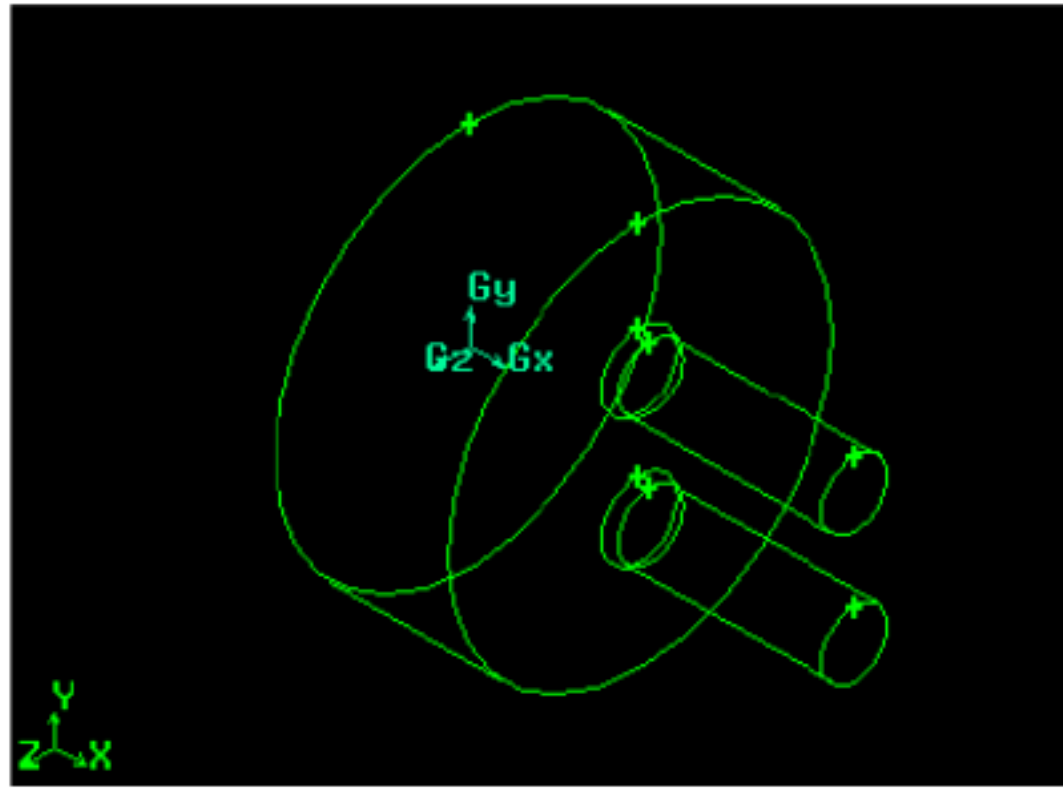

图 12
4. 创建两个直径 6mm, 高 19mm 的圆柱, 并将它们分别沿 Y 方向移动 -6, 6 个单位, 沿 X 方向移动 17 个单位 (见图 12)。